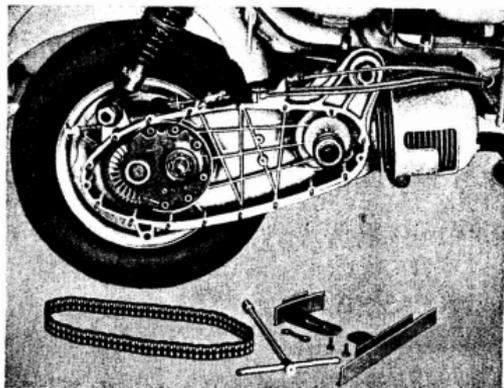

Fig. 9
- 12 Desmontar las guías y la cadena: aflojar los dos tornillos de sujeción de las guías (llave del 10). Véase fig. 9. Tener presente que **la cadena no debe lavarse nunca con gasolina**. Conservar la cadena envuelta en un trapo limpio.